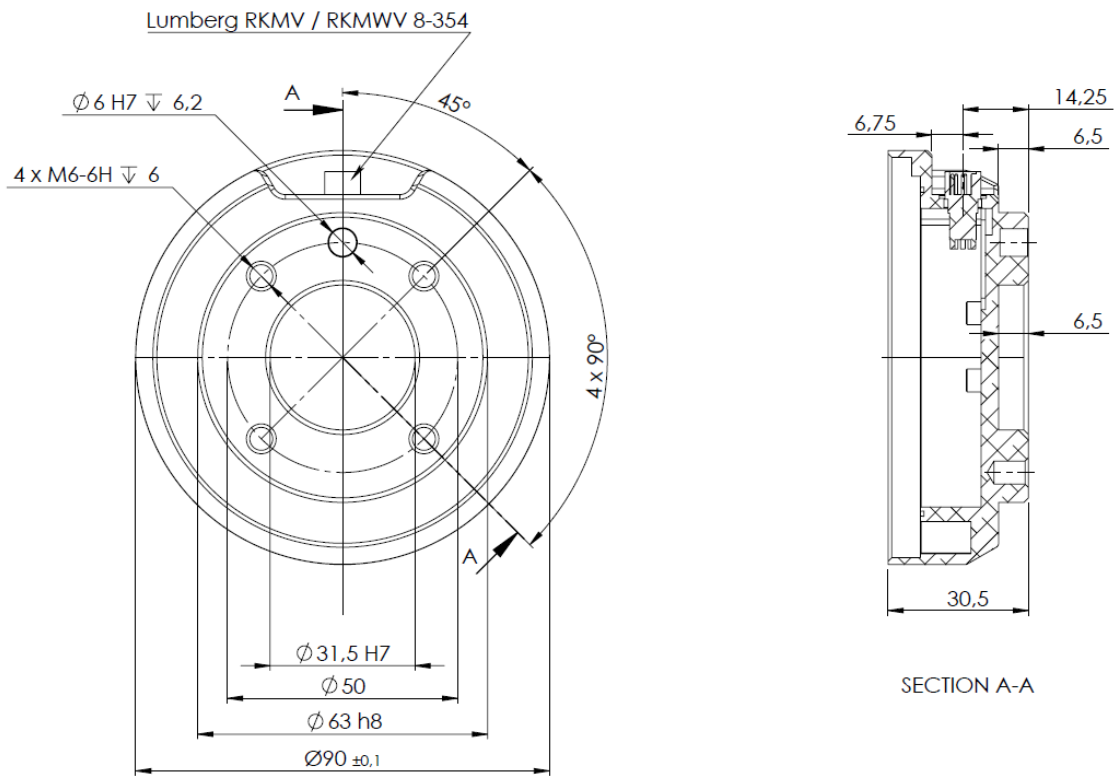

图 4.2: 工具输出法兰 (符合 ISO 9409-1-50-4-M6 标准)。此处显示的是机器人顶端的工具安装位置。所有测量值均以 mm 为单位。
**工具** 机器人工具法兰有四个 M6 螺纹孔，可用于将工具连接到机器人。M6 螺栓需要以 9 Nm 的力紧固。如果需要非常准确地调整工具位置，还可以钻 Ø6 孔，用销加以固定。图 4.2 显示了钻孔位置和螺丝安装位置。